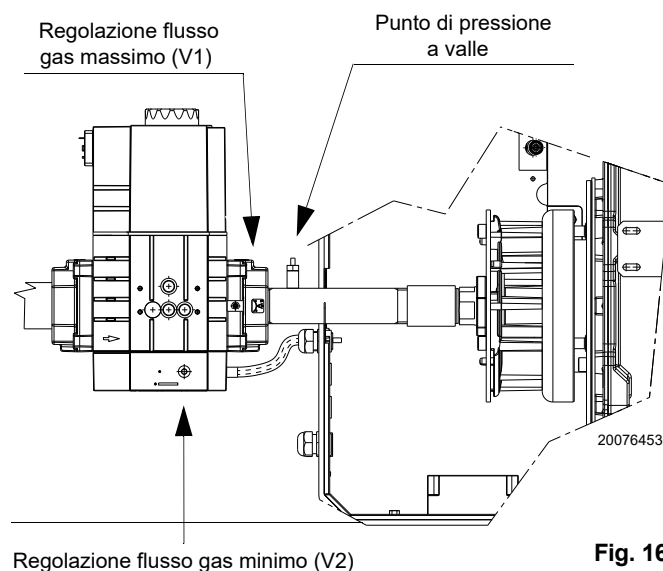

Fig. 166
Le indicazioni della sequenza delle fasi sul display continuano a lampeggiare per segnalare che si è ancora nella procedura di avviamento (funzionamento manuale). Se l'accensione continua a mancare può essere che il gas non arrivi alla testa di combustione entro il tempo di sicurezza di 3s. Ruotare leggermente verso il segno "+" la vite V1 della valvola gas (Fig. 166 a pag. 51). Se, invece, alla fine del tempo di sicurezza il bruciatore accende ma poi si spegne, il bruciatore va in blocco ed il display visualizza **Loc:7** lampeggiante (sparizione fiamma in funzionamento). Premere **"i/reset"**, il display visualizza **400:Set**. Uscire dalla modalità di funzionamento manuale premendo più volte **"ESC"** (premere contemporaneamente i tasti "+" e "-"). Il display visualizza **Loc:7** fisso. Premere **"i/reset"** per sbloccare la LME7. (Elenco codice errori Tab. U a pag. 57).
- Agire sulla vite V1 ruotandola verso il segno "+" (Fig. 166 a pag. 51).
- Verificare l'aspetto della fiamma, ove possibile, o il valore della CO e CO₂ per capire se il bruciatore è sufficientemente tarato (prima taratura di massima). Eventualmente agire sulla vite V2 della valvola gas (ruotare verso segno "+" per aumentare il gas, verso il segno "-" per diminuire il gas) (Fig. 166 a pag. 51).
- Verificare l'aspetto della fiamma, ove possibile, o il valore della CO e CO₂ per capire se il bruciatore è sufficientemente tarato (prima taratura di massima). Eventualmente agire sulla vite V1 della valvola gas (ruotare verso il segno "+" per aumentare il gas, verso il segno "-" per diminuire il gas) (Fig. 166 a pag. 51).
- per aumentare la portata gas e la CO₂: ruotare la vite V1 verso il segno "+" (Fig. 166);
- per ridurre la portata gas e la CO₂: ruotare la vite V1 verso il segno "-" (Fig. 166).